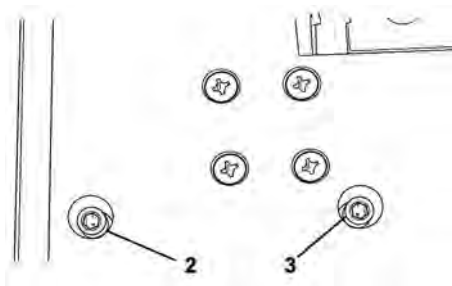

fig. 9 – ajuste do ângulo
5. Caso seja necessário ajustar o ângulo, na base da máquina existem dois parafusos allen de regulagem. O parafuso allen (2) regula o ângulo de 0° e o parafuso (3) é para a regulagem do ângulo de 45°, fig. 9.
5. Caso seja necessário ajustar o ângulo, na base da máquina existem dois parafusos allen de regulagem. O parafuso allen (3) regula o ângulo de 45°, fig. 9.
7. Após ajustado o ângulo e com a manopla trava (12) apertada aperte o parafuso (3).